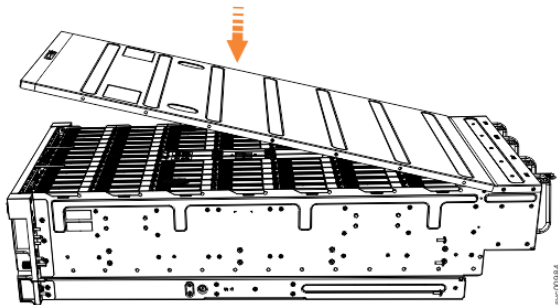

图 78. 对齐顶盖
1. 小心地放低外盖, 确保其与机柜后部正确对齐, 如第 62 页的图 78 中所示。